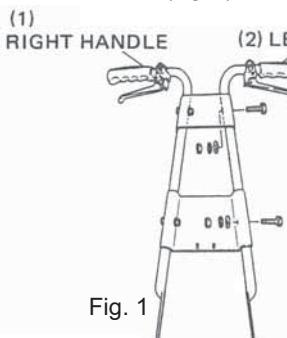

Fig. 1
- a. Install the right handle onto the brackets which are attached to the left handle using 2 pcs. 6 × 35 bolts, 2 pcs. 6 mm nuts and 2 pcs. 6 mm washers. (Fig. 1)
- a. Den rechten Handgriff auf die Träger einrichten, welche mit dem linken Handgriff verbunden sind, Verwenden Sie 2 Bolzen 6×35 , 2 Muttern 6 mm und 2 Beilagscheiben 6 mm (Abbildung 1).